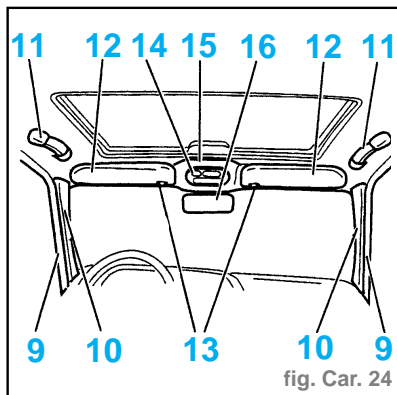

fig. Car. 24
- l'agrafe (6)
- l'enjoliveur (7) de pavillon
- le profilé (8)
- Dégrafer partiellement (fig. Car. 24) :
- les joints d'encadrement de porte (9)
- les montants de baie (10)